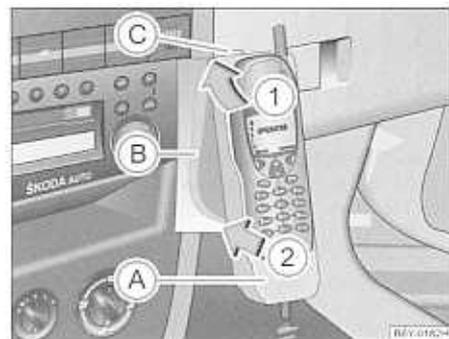

Fig. 89 Conexión de teléfono universal
- Coloque el adaptador con el teléfono en el soporte (B) primero en el sentido de la flecha ① → fig. 89, hasta que el adaptador toque el tope. Presione ligeramente el adaptador en el sentido de la flecha ②, hasta que encastre.
- Coloque el teléfono en el adaptador (A) (según las instrucciones del fabricante).